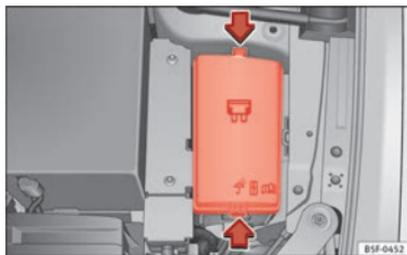

Fig. 101 En el vano motor: tapa de la caja de fusibles.
- Presione las pestañas de bloqueo para desbloquear la tapa de la caja de fusibles »» **fig. 101.**